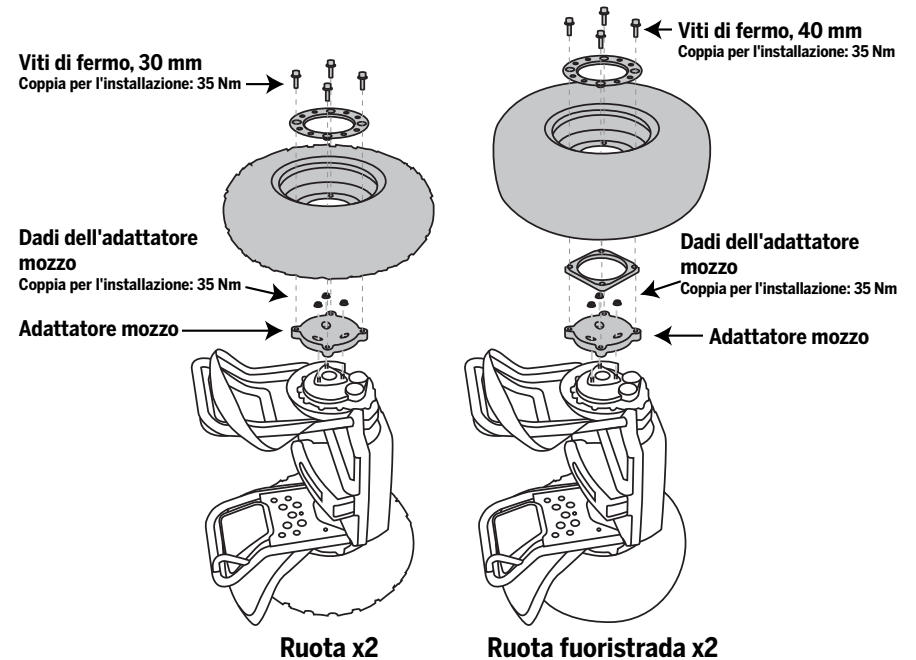

Figura 2. Rimozione o installazione dell'adattatore mozzo
3. Togliere i (3) dadi con la chiave ad esagono incassato da 13 mm. Trattenere la ruota per impedirne la rotazione. Vedere la Figura 2.
5. Togliere le (4) viti che fissano l'adattatore mozzo alla ruota con la chiave a brugola esagonale da 8 mm.
7. Per reinstallare l'adattatore mozzo, collocare la ruota sopra l'adattatore mozzo con la valvola rivolta all'esterno. Per il pneumatico fuoristrada x2: collocare il distanziatore sopra l'adattatore mozzo e quindi la ruota sopra il distanziatore. Vedere la Figura 2.
8. Collocare la ghiera sopra la ruota. Avvitare le (4) viti di fermo attraverso la ghiera e la ruota fino ad innestarle nell'adattatore mozzo.
9. Posizionare la ruota e l'adattatore mozzo sui 3 puntali filettati. Vedere la Figura 2. Trattenere la ruota per impedirne la rotazione e serrare i (3) dadi sui puntali filettati. Utilizzare una chiave ad esagono incassato da 13 mm ad una coppia di 35 Nm.